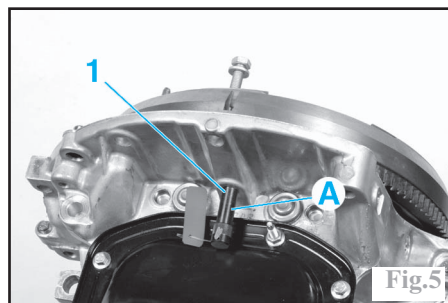
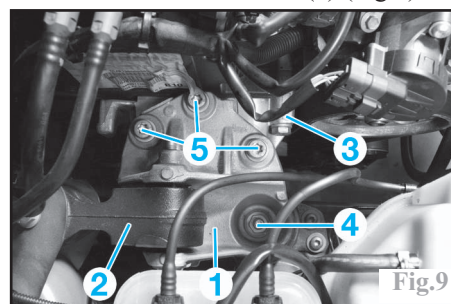

Fig.5
Fig.9
Immobiliser en rotation le volant moteur à l'aide d'une pige (A) de 11,5 mm de diamètre et 55 mm de long (ou outils PSA 0194-C) placé dans le trou (1) (Fig.5).
Reposer la vis de roue dentée de vilebrequin. Déposer la pige (A) (Fig.5).
Déposer l'ensemble support moteur (1) et bielle anticouple (2), puis le support moteur intermédiaire droit (3) (Fig.9).
- le support moteur intermédiaire droit (3) (Fig.9) et serrer à **5,5 m.daN**.
- le support moteur droit (1) et serrer à **6 m.daN**.
- resserrer l'écrou (4) à **4,5 m.daN**.
- resserrer les trois vis (5) à **6 m.daN**.
- la pigne de volant moteur (A) (Fig.5).